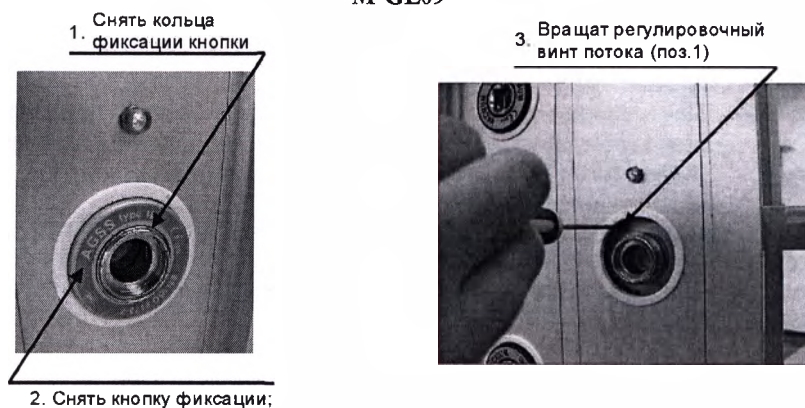

Рис. 14 Регулировка потока клапана AGSS
- 8.6. Установленный изготовителем поток газа 50л/мин, при давлении сжатого воздуха до 5 бар. Поток газа регулируется с помощью интегрированного регулятора (см. Рис. 14)